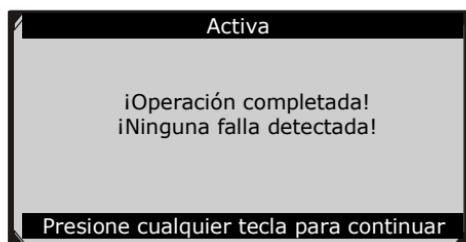

Figura 8.23
- 2) En el menú Activo, use el botón **ARRIBA/ABAJO** para seleccionar el actuador deseado para comenzar la prueba. Si el actuador seleccionado funciona correctamente, la herramienta mostrará un mensaje de confirmación como aparece debajo (Figura 8.23). De no ser así mostrará un mensaje para recordarle al usuario que hay un problema. Despues de salir del programa de diagnóstico, por favor repare el problema inmediatamente.